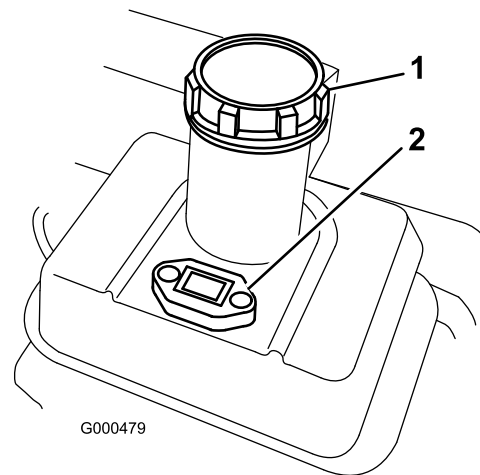

Bild 17
1. **Reinigen Sie die Bereiche um den Tankdeckel herum und nehmen Sie den Deckel ab (Bild 17). Füllen Sie den Tank mit bleifreiem Benzin nur bis zur unteren Kante des Filtergitters auf. Füllen Sie nicht zu viel ein.**